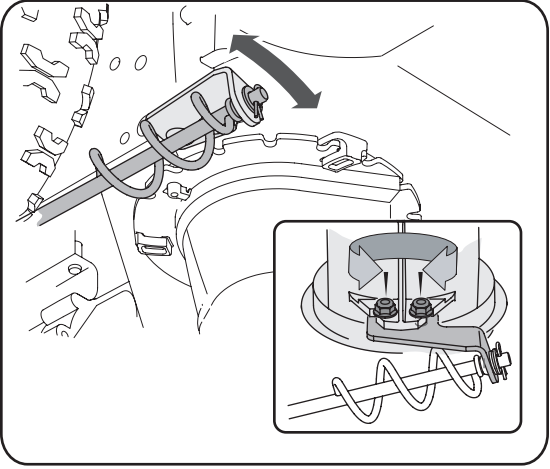

Figure 19
1. Débranchez la manivelle de la goulotte à la goulotte en retirant la goupille fendue et la rondelle plate. Voir la Figure 19.
1. Desserrez les deux écrous qui maintiennent le support de la goulotte et ajustez légèrement la position de celui-ci. Voir la Figure 19.